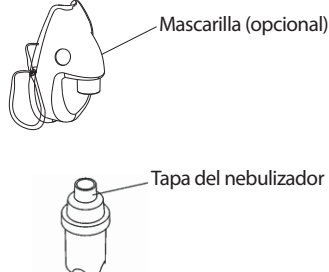

Figura 4
7. Si usa la mascarilla (opcional), presiónela directamente sobre la tapa del nebulizador (Figura 4).